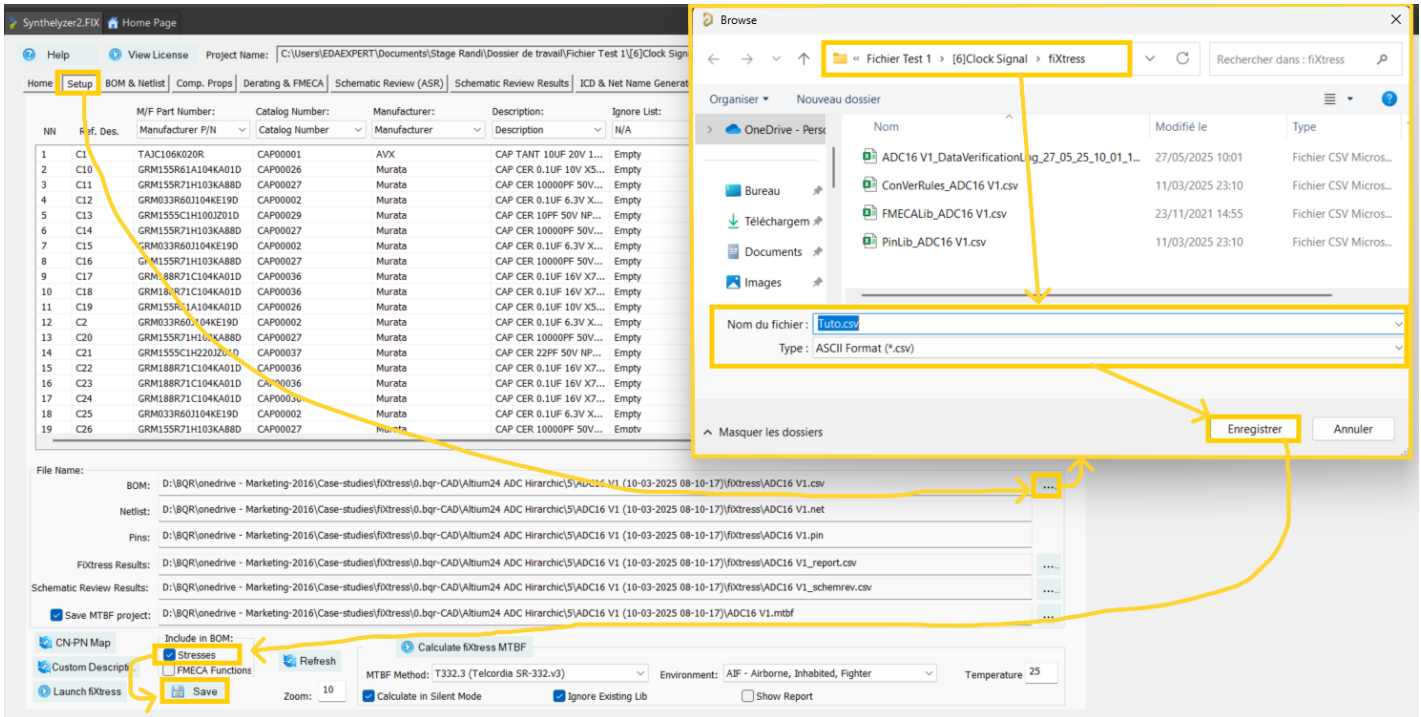
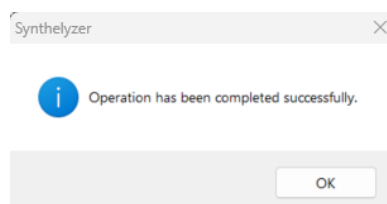

Figure 61. Démarche à suivre pour l'exportation du BOM (1/4)
Figure 64. Démarche à suivre pour l'exportation du BOM (4/4)
- ✓ Suivez la suite des indications indiquées dans la *Figure 61* à *Figure 64* suivante.